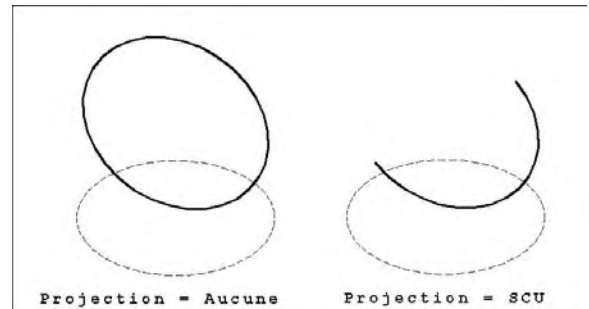

Fig.2.10
- SCU (UCS) : le bord de coupe et l'objet à ajuster ne doivent pas être situés dans le même plan. Le bord de coupe est projeté perpendiculairement dans le plan X-Y de l'objet à ajuster (fig.2.10).